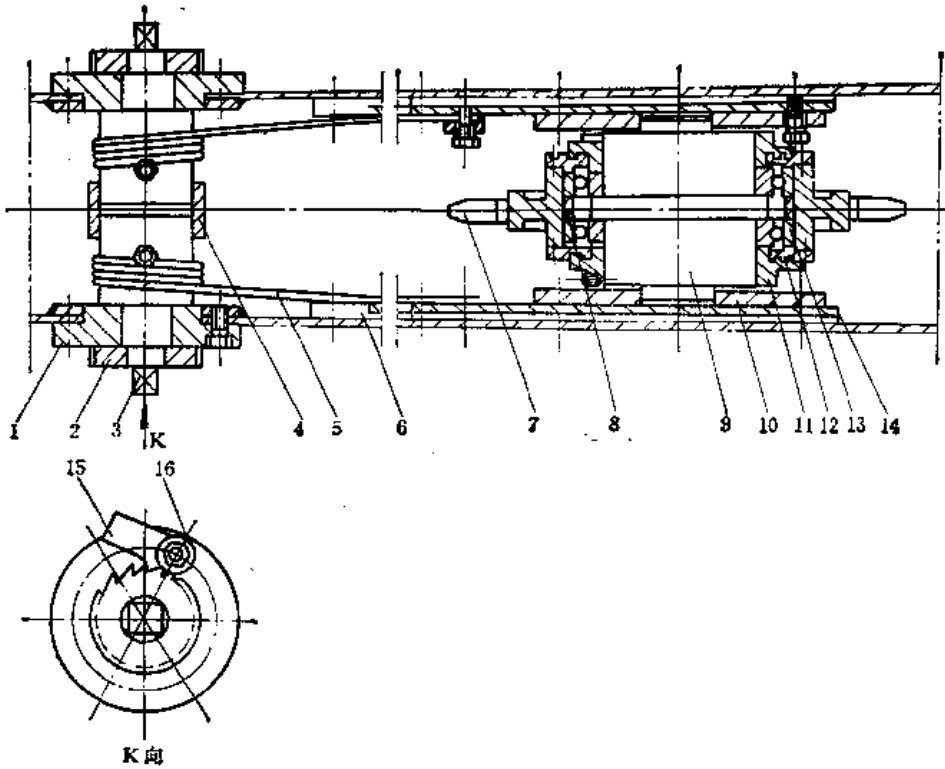
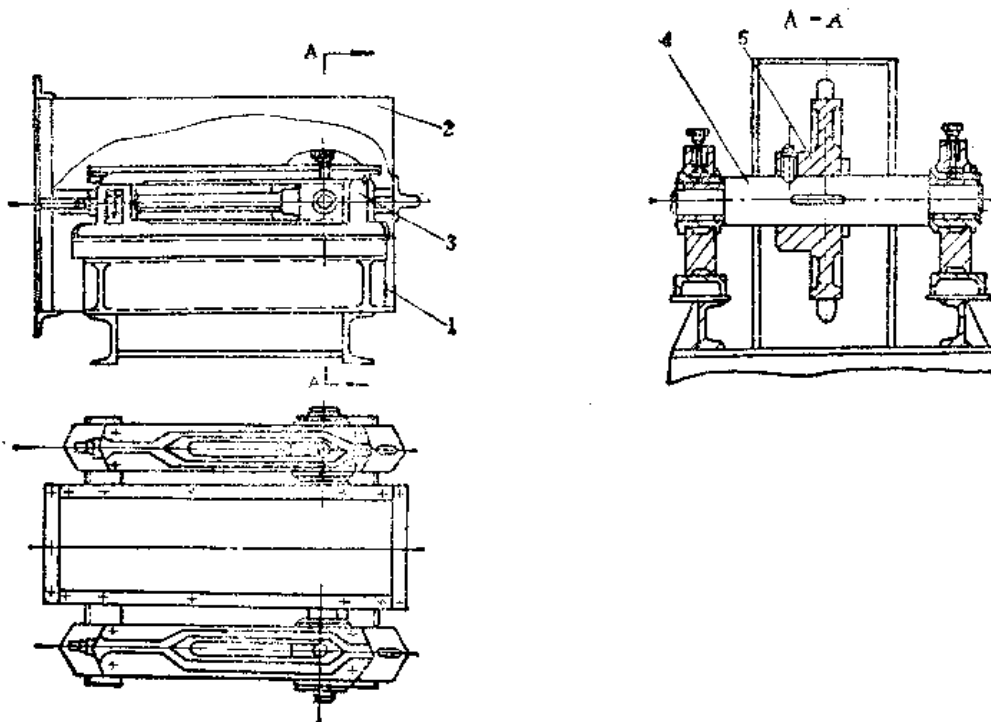

图8-7-4 内拉紧机构
图8-7-5 外拉紧机构
(3) 拉紧机构的修理 其结构见图8-7-4和图8-7-5。